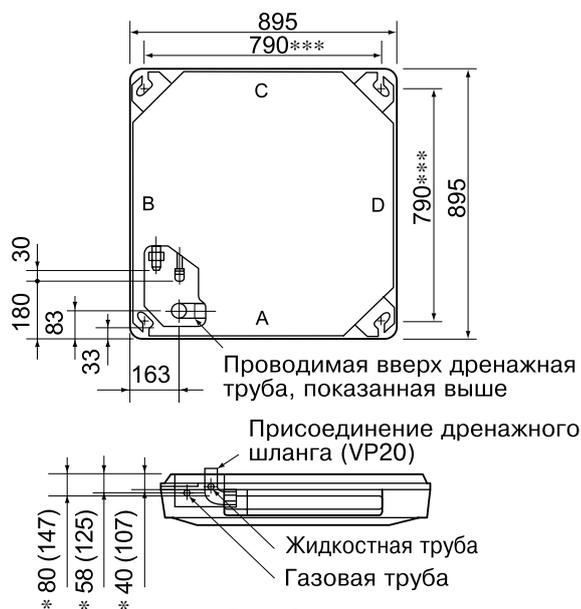

Рис. 2
1. Взаимосвязь между отверстиями для комнатного блока, расположением подвесного болта, прохождением трубопровода и электрической проводки. (См. рис. 2)